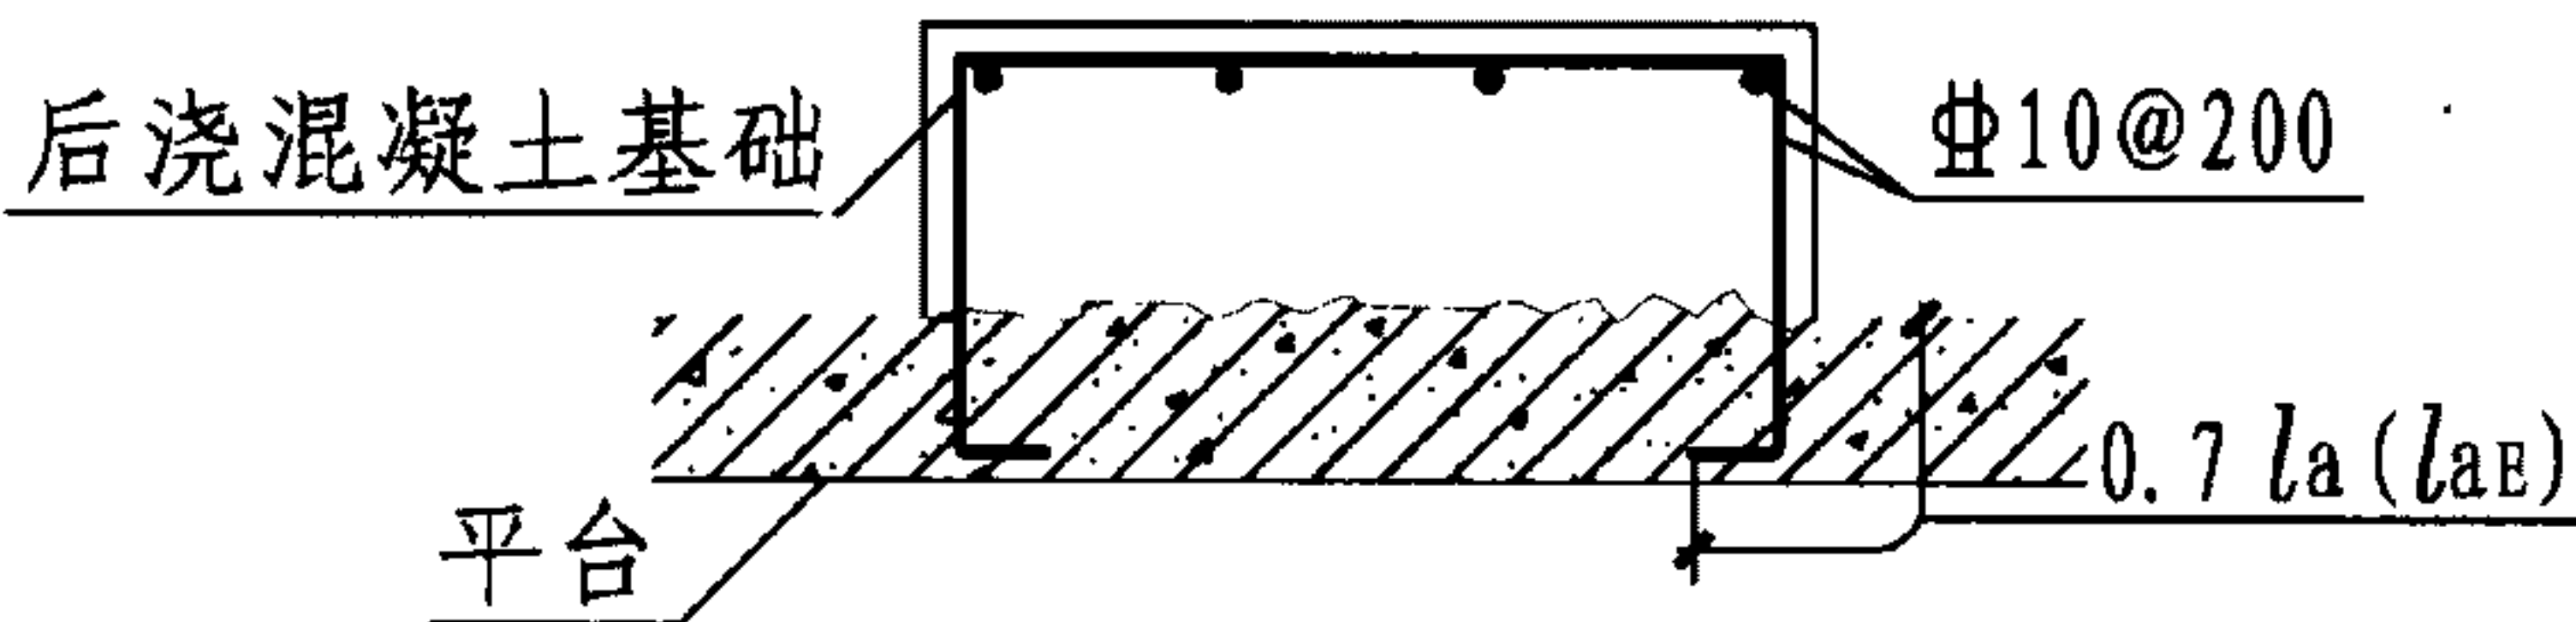

图1 板内预埋钢筋详图
- 9.3 基础施工应与平台同时浇捣，如需分次浇捣，必须在基础面积范围内的板内预埋露出板面的钢筋，做法如图1。